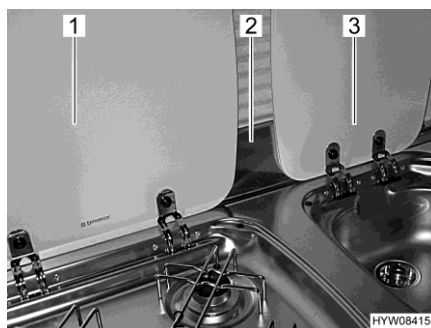

Fig. 9 Chapa guardallamas y cubiertas
- Quitar la chapa guardallamas (Fig. 9,2) y guardarla de manera segura.
- Colocar las cubiertas del fregadero (Fig. 9,3) y de la cocina de gas (Fig. 9,1) sobre los mismos.